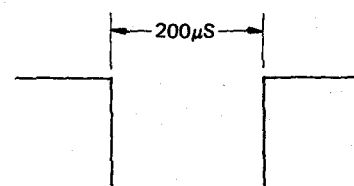

Abbildung 102.
2. Die Ausgabe des I2005 (Stift ⑦) auf einem Oszilloskop (äußere Auslösung, I2003, Stift ⑧ ⊕) beobachten und den R2028 (FV-Kontrolle) so einstellen, daß der resultierende Pegel wie in Abb. 102 gezeigt, wird.